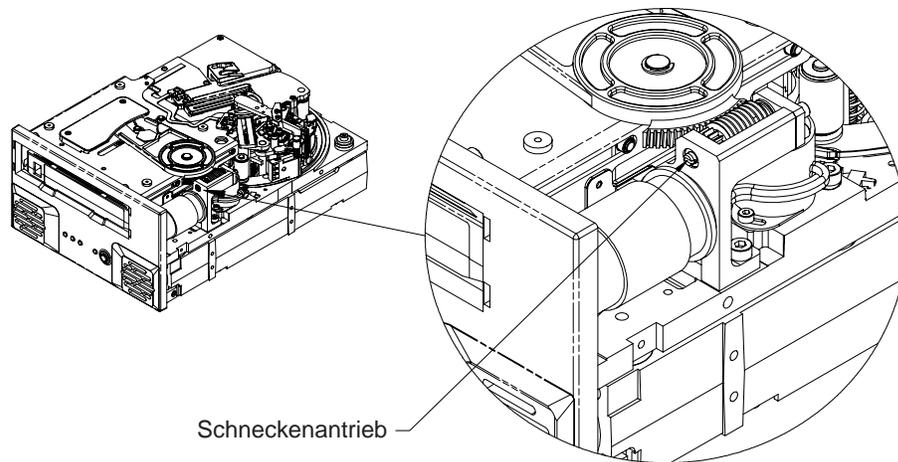

Abbildung 17: Diagramm des Viper 200-Laufwerks mit dem Schneckenantrieb
2. Drehen Sie den Schneckenantrieb mit einem Schraubendreher mit flacher Klinge im Uhrzeigersinn (nach links). Die Position des Schneckenantriebs entnehmen Sie Abbildung 17. Auf diese Weise wird der Führungsmechanismus der Kassette langsam angehoben und die Kassette nach und nach ausgeschoben.